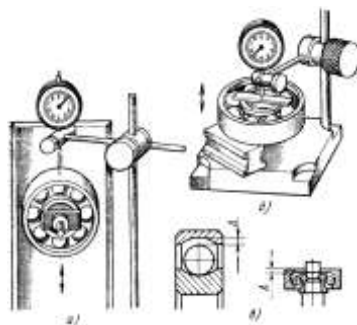

Рисунок 2 Индикаторное приспособление для измерения осевого разбега в подшипниках
2. Определим осевой разбег шарикоподшипника. Установим подшипник (рисунок 2)